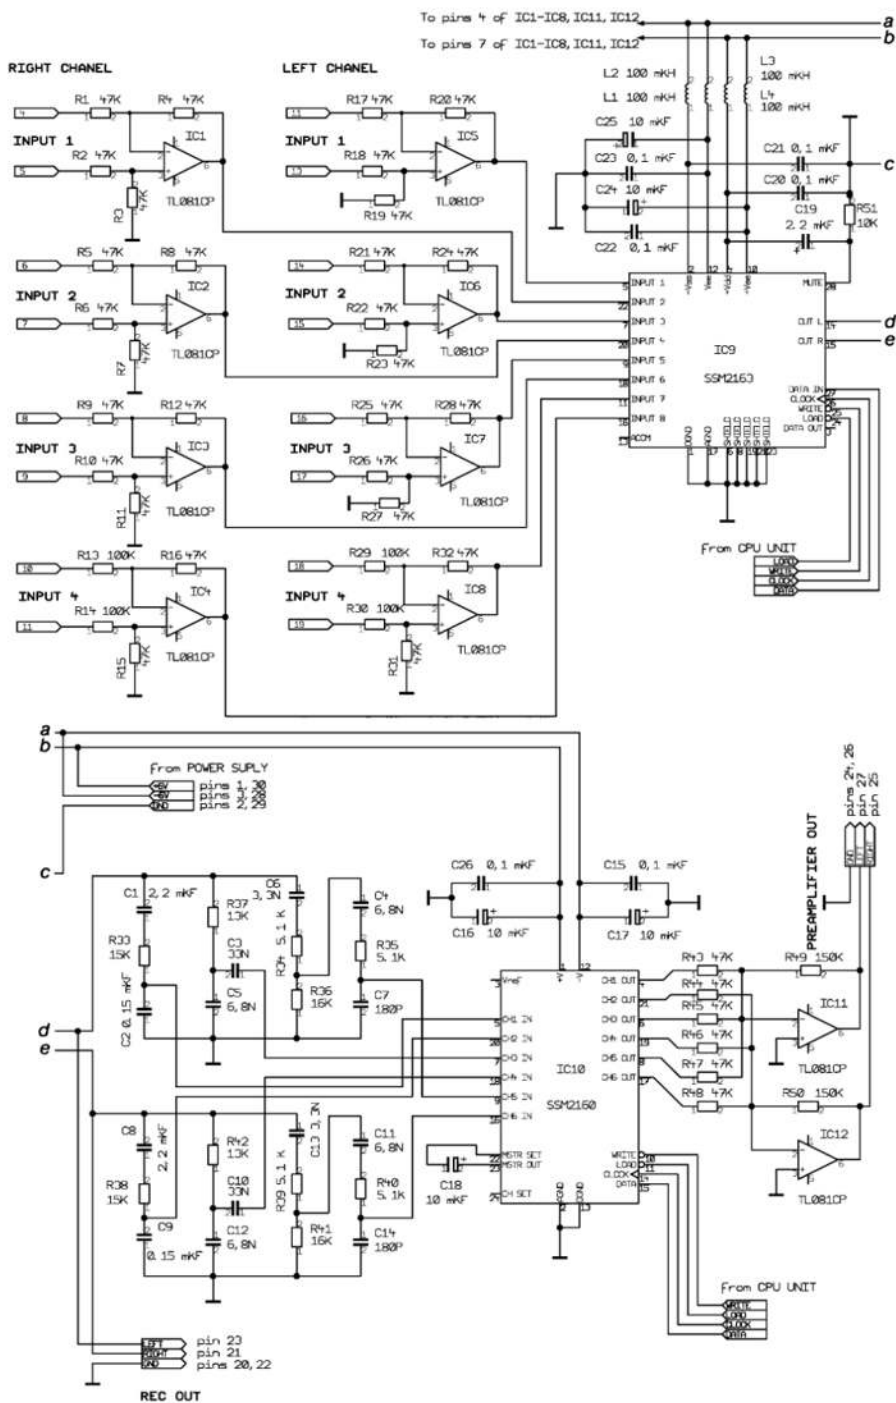

Рис. 1.20. Аналоговая часть усилителя
Непонятно только значение входного сопротивления каналов, равное 10 кОм согласно выложенной на сайте изготовителя справочной информации. Это обусловило использование в усилителе входных буферов на микросхемах IC1—IC8 (рис. 1.20).
С аналоговой частью проекта (рис. 1.20) вроде все ясно. Но управление обеими микросхемами — цифровое по шине SPI (Serial Peripheral Interface — последовательный интерфейс управления периферией).
**Аналоговый блок (рис. 1.20).** Сложно что-либо сказать про наладку блока, не имеющего ни одного подстроечного элемента. На самом деле, еще до установки резисторов в плату их необходимо отобрать с точностью 1%, причем важен не номинал, а равенство значений определенных групп. Реально, приобретя 40 резисторов номиналом 47 кОм, при помощи тестера сначала отбираете 6 штук с наиболее близкими значениями и устанавливаете их на места R43—R48. Остальные отбираете группами по 4 штуки. Первая из них впаивается на место R1—R4, вторая — R5—R8 и т. д. Это необходимо для правильной работы дифференциальных усилителей. Резисторы фильтров темброблока также необходимо отобрать попарно. Конденсаторы фильтров используются типа МКТ с допуском 5%, а лучше 2%.